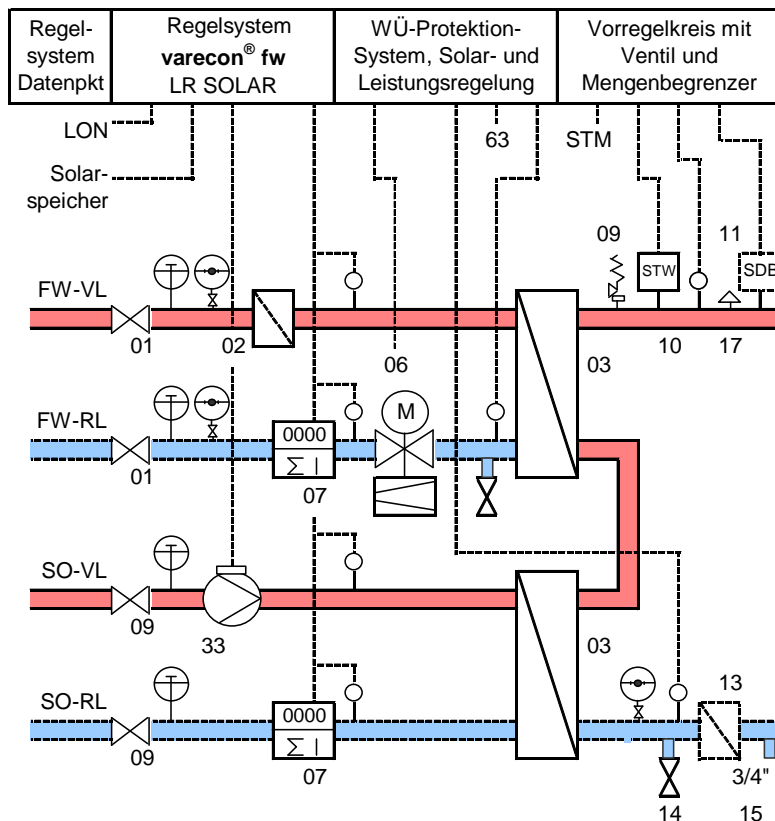

Bild 6 Einspeisung mit Solar- und Leistungsregelung
2.4. Solar- und Abwärmeeinbindung (Bild 6)